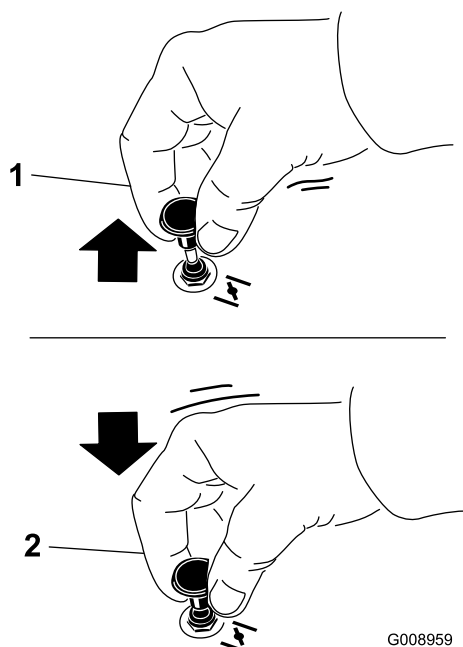

Figura 24
1. Tire hacia arriba del mando para engranar el estárter antes de usar el interruptor de encendido (Figura 24).
2. Presione hacia abajo el pomo del estárter para desactivar el estárter después de arrancar el motor (Figura 24).